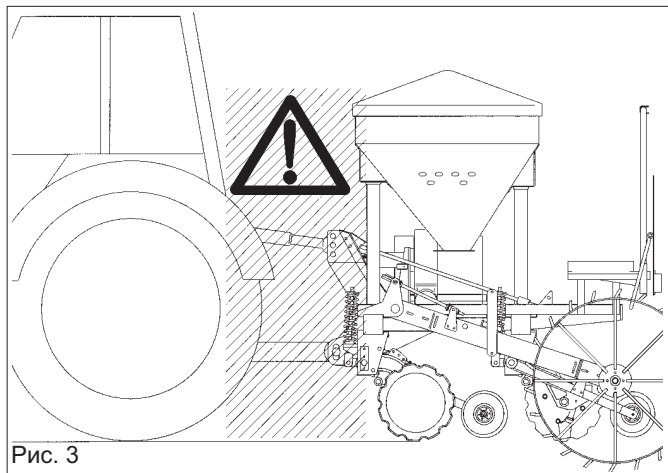

Рис. 3
- 25) Категорически запрещается вставать между трактором и прицепом чтобы использовать управление извне для подъема (Рис. 3).
- 26) Строго запрещено находиться между тягачом и сцеплением (Рис. 3) при работающем двигателе и кардане. Можно находиться только после включения стояночного тормоза и подставки под колеса стопоров или камней достаточных размеров.